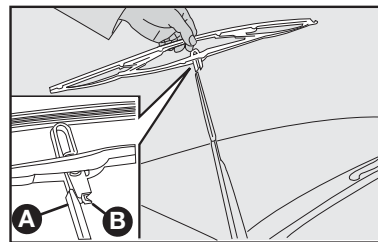

fig. 27
### Substituição das palhetas do limpador do para-brisa – fig. 27
- 2) Tirar a palheta apertando a trava **B** – **fig. 27** na haste **A** e simultaneamente empurrando-a para baixo, a seguir, desengatar a palheta da haste **A**.